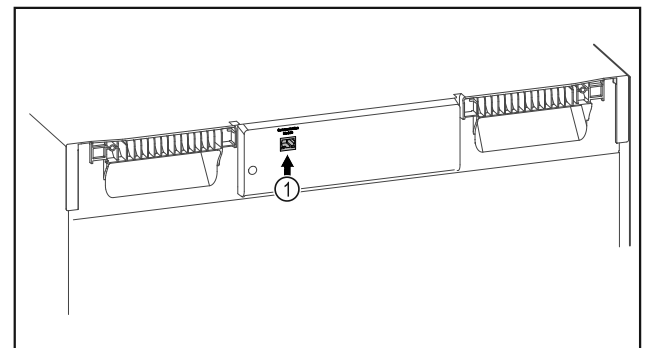

Fig. 140
- SmartModule Fig. 140 (1) on otettu käyttöön.